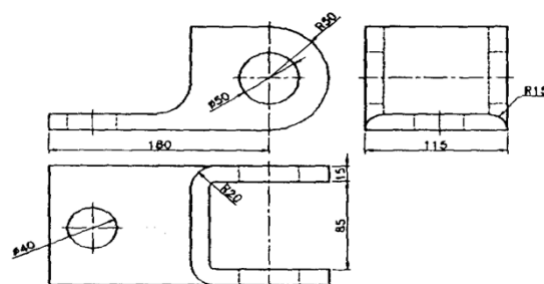

Рис.1 Прямоугольная проекция
6. Выполнить упражнение 1 (см.рис.1)
На рис. 1 приведены размеры заданной 3D модели, а на рис. 2-4 показаны этапы ее создания.